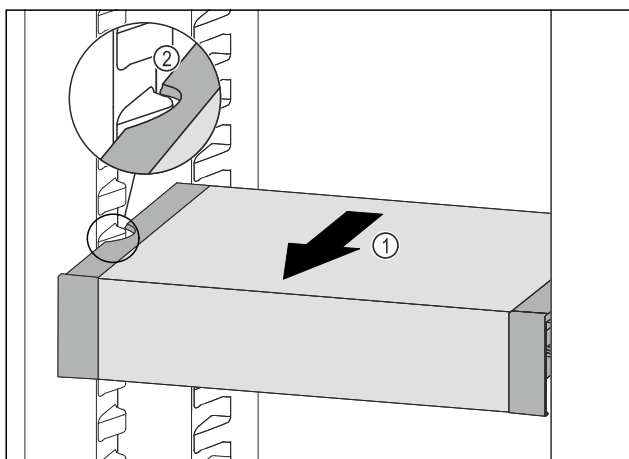

Fig. 151
- VarioSafe dras framåt Fig. 151 (1) tills sidofördjupningarna på VarioSafe är i samma nivå som behållarlisterna i kyldelen. Fig. 151 (2)